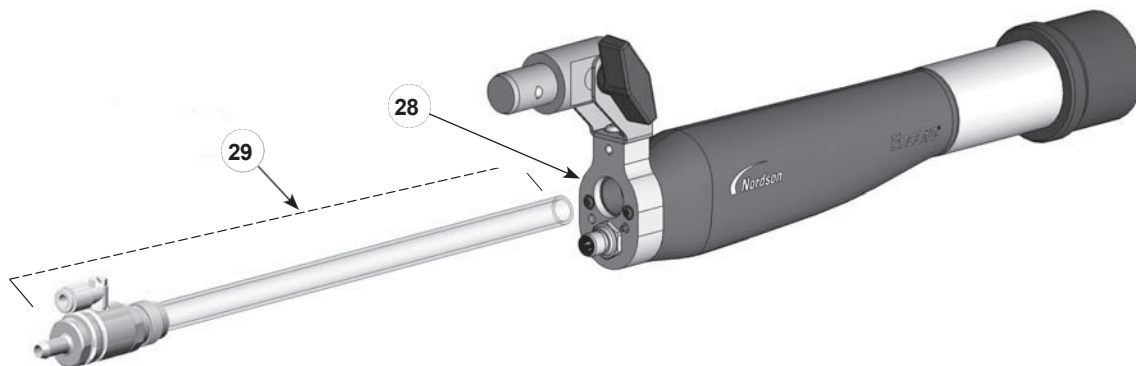

Abbildung 7-1 Austausch des Pulverschlauchs
19. Siehe Abbildung 7-1. Den Pulverschlauch (22) mit einer Drehbewegung in den Adapter (30) einsetzen in den Adapter einführen, bis der Schlauch vollständig am inneren O-Ring anliegt.